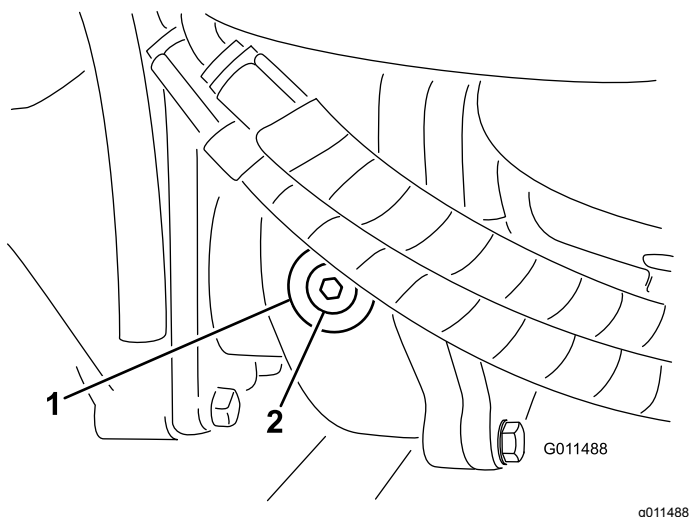

Figura 93
- Retire el tapón de verificación/llenado del lado izquierdo de la caja de engranajes y asegúrese de que el lubricante llega al borde inferior del orificio (Figura 93).